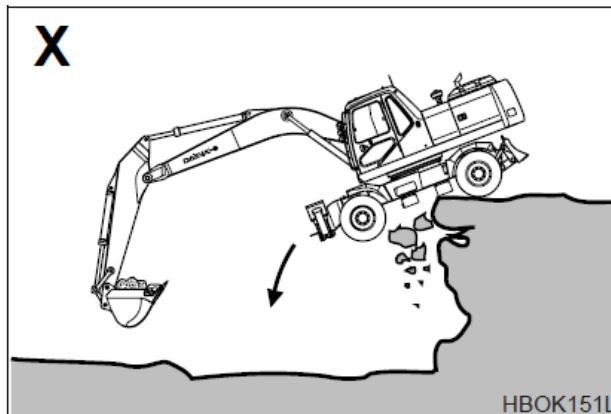

Рис. 61
10. НЕ ПРОВОДИТЬ экскаваторные работы под машиной. (Рис. 61.)